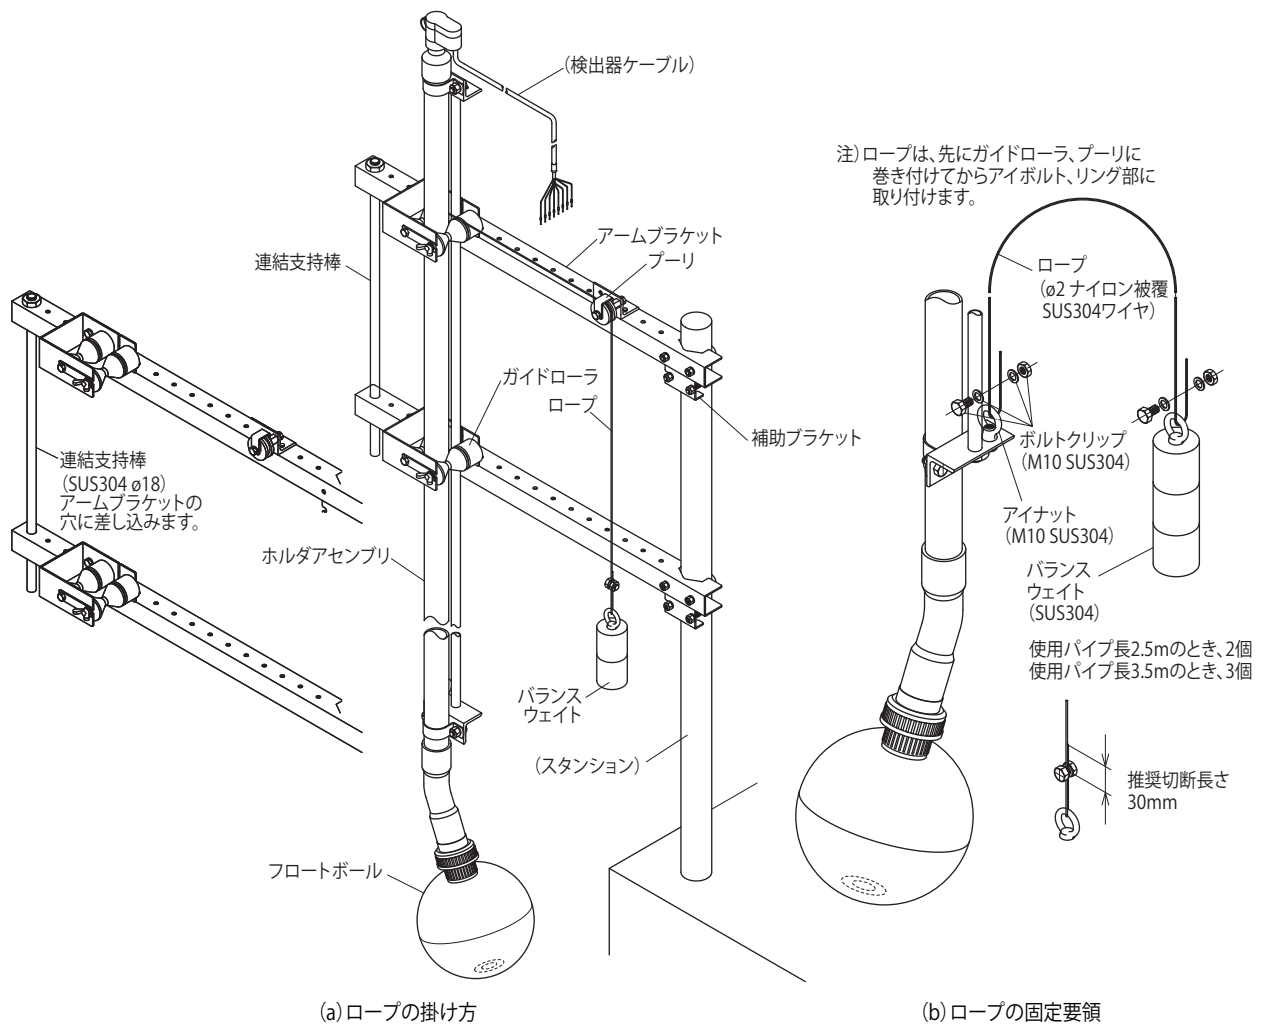

図 4.4 ロープおよびバランスウェイトの取付け
(2) 図 4.4 (a) のように、ロープをガイドローラおよびプーリに掛けてください。
(3) ロープの端部を、それぞれホルダアセンブリおよびバランスウェイトに固定します。
まず、ホルダアセンブリのアイナット (図 4.4 (b) 参照) にロープを取り付けてください。ロープの固定には、付属のボルトクリップを使用します。ボルトクリップは、ロープの折り返し部(50 ~ 60mm の長さ) 先端が 30mm 程度残る位置で、十分に締め付けてください。